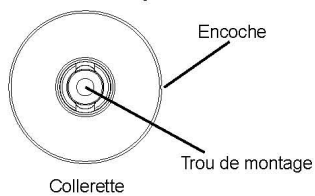

Figura 1A
4. Marque la pared donde se encuentra la muesca en la brida, la que se encontrará afuera y suavemente trace un círculo alrededor de la base de la muesca para alineación en un paso posterior (vea la figura 1A).